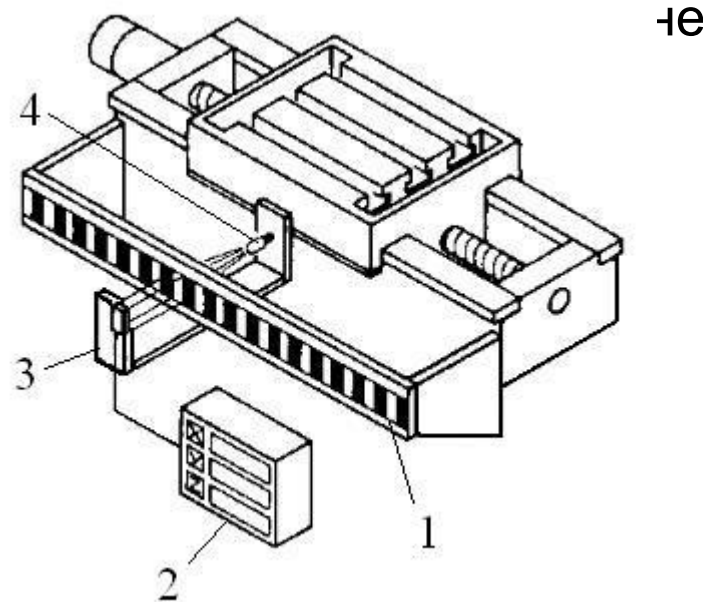

Рис. 7. Схема устройства обратной связи
- Известно много устройств обратной связи. Одно из них выполнено так: на станине вдоль стола крепится прозрачная линейка (рис. 7) со штрихами. На подвижном столе установлен источник света и фотодатчик, считывающий штрихи при перемещении стола и передающий импульсы на счетчик. Такое устройство отличается простотой конструкции линейки, и простотой обнуления счетчика.